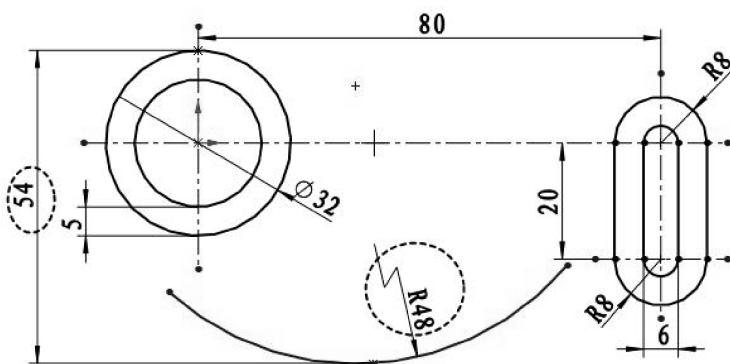

图 2-117 绘制下方的已知线段
- 单击 按钮, 绘制下方的已知线段 (R48) 的圆弧, 如图 2-117 所示。